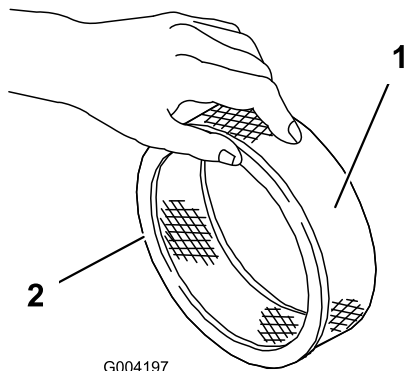

図 42
- ペーパーフィルタに汚れや油汚れ、ゴムシールの傷がないか点検する(図 42)。
- ペーパーエレメントにスポンジエレメントを注意深く取り付ける(図 42)。